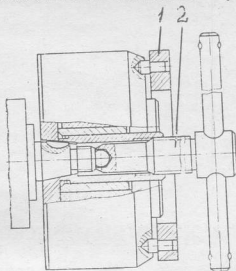

Рис. 2. Снятие муфты приспособлением И-801.16.000:
3. Завернуть в муфту съемник 2 (рис. 2) и снять с помощью съемника муфту опережения впрыска топлива с кулачкового вала ТНВД (ключ для снятия-установки корпуса муфты, съемник).